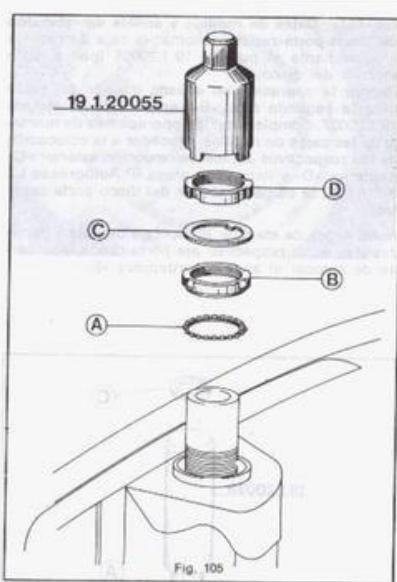

Fig. 105
**Fig. 105. Vástago del cojinete superior de la dirección:** sosteniendo el grupo de dirección, introducir la caja de bolas «A» y enroscar a mano el vástago «B», poniéndole en contacto con las bolas; a continuación, con la llave dentada 19.1.20055, continuar enroscando hasta obtener un par de apriete de 5-6 kgm; girar en ese momento en sentido contrario el vástago «B» en 120° (aprox. 1/3 de vuelta) y, después de haber montado la arandela de freno «C», apretar el conjunto enroscando (llave dentada 19.1.20055 y par de apriete 10-11 kgm) la tuerca «D».